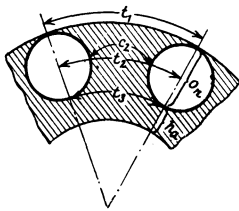

Abb. 240. Runde Läufernut.
C. Runde Nut. Für runde Nuten folgt die Zahnstärke  $c_2$  (s. Abb. 240) an der engsten Stelle aus Formel 144a. Die Nutenweite  $o_n$  ist